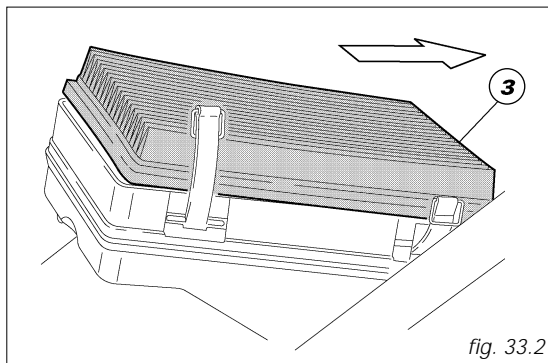

fig. 33.2
Retirez la cartouche du filtre (3, fig. 33.2) et remplacez-la.
Pour régler la tension desserrez l'écrou (1, fig. 33.2) de l'axe de roue, serrez la vis (2), du même nombre de tours et dans le sens des aiguilles d'une montre, de part et d'autre du bras oscillant, pour la tendre davantage ou desserrez-la pour obtenir l'effet contraire. Dans ce dernier cas, il faut pousser la roue en avant.